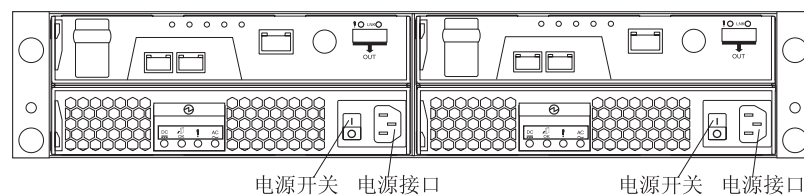

图 30. DS3300 的电源开关和接口
5. 打开存储子系统背面的两个交流电源开关。图 30 显示了 DS3300 的交流电源开关位置。